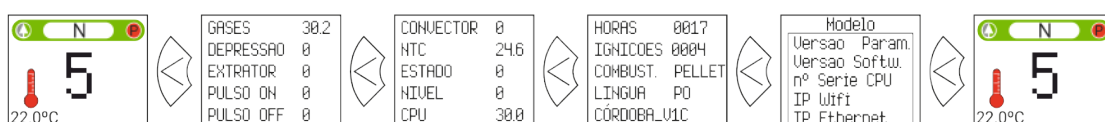

Figura 20
- Teclado: Cor ícone (ponto ③ das figuras 4 e 5) ou então, verificando o valor numérico (figura 20 da alínea 3.10).